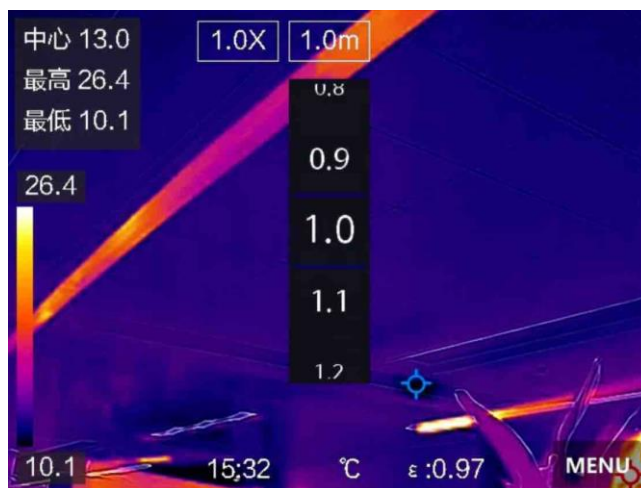

图5-3 融合距离设置
1. 观测界面下，点击屏幕空白处，显示融合距离框（“1.0m”），如图 5-3 所示。